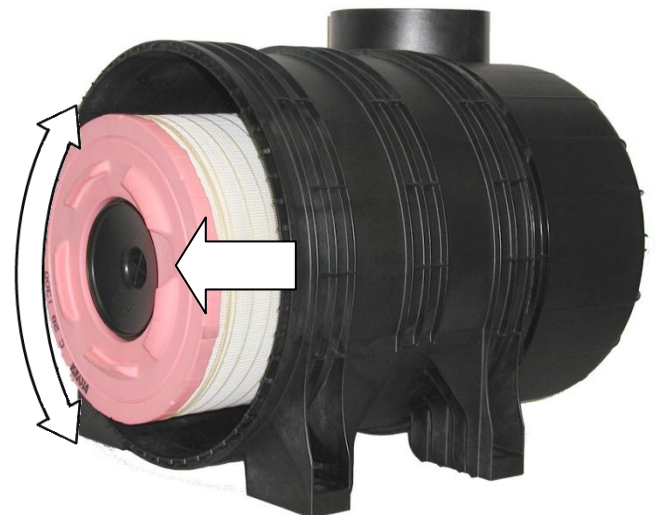

Fig. 4 Smontaggio dell'elemento principale
- Separare completamente l'elemento principale dalla sede interna di tenuta girandolo leggermente (vedi Fig. 4).